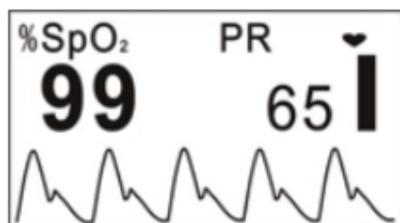
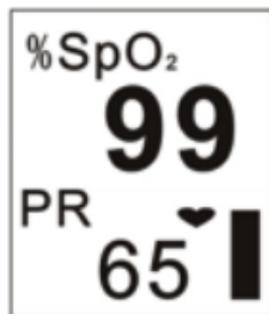
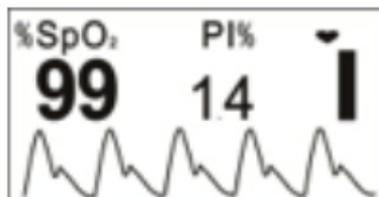
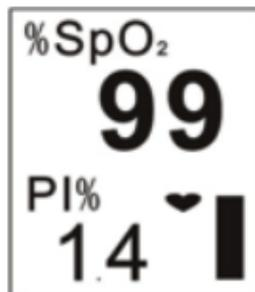

Figure 4
Figure 5
Figure 6
Figure 7
4. Puis entrez l'écran d'affichage des données (comme illustré à la Figure 4). L'utilisateur peut lire les valeurs et visualiser le signal à partir de l'écran d'affichage.
5. Lorsque l'affichage est identique à celui de la figure 4, appuyez sur la touche Affichage pour modifier l'écran d'affichage.
- Appuyez une fois sur la touche Affichage, l'écran d'affichage (comme illustré à la figure 4) pivote de 180°.
- Appuyez deux fois sur la touche Affichage, l'écran d'affichage sera modifié comme indiqué à la figure 5.
- Appuyez trois fois sur la touche Affichage, l'écran d'affichage (comme illustré à la figure 5) pivote de 180°.
- Appuyez sur le bouton Affichage quatre fois, l'écran revient à l'écran, comme illustré à la figure 4.
- Appuyez sur la touche écran de manière circulaire, l'écran d'affichage bascule entre les deux écrans (voir figure 4 et figure 5) et les quatre directions sont affichées en alternance.
6. Appuyez longuement sur la touche d'affichage (environ 2 secondes), l'écran s'affiche comme illustré à la figure 6. Les différences entre les figures 6 et 4 sont les suivantes:
- Sur la figure 4, la SpO2 et la fréquence cardiaque sont surveillées et affichées à l'écran.
- Sur la figure 6, la SpO2 et l'indice de perfusion sont surveillés et affichés à l'écran.
7. Lorsque l'écran apparaît tel qu'illustré à la figure 6, appuyez sur le bouton Affichage de manière circulaire, l'écran d'affichage bascule entre les deux écrans (comme illustré aux figures 6 et 7) et les quatre directions sont affichées en alternance.
8. L'écran d'affichage (comme illustré à la figure 6 ou à la figure 7) réapparaîtra à l'écran, comme illustré à la figure 4 ou à la figure 5 si l'opération n'est pas effectuée dans les 10 secondes.